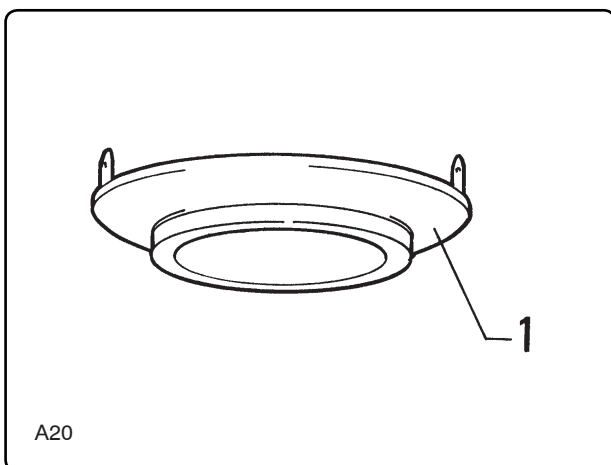

Fig. 6.4.1
6.4.1 - Ciclone estraibile (fig. 6.4.1)
6.4.1 - Removable separator (fig. 6.4.1)
6.4.1 - Cyclone extractible (fig. 6.4.1)
6.4.1 - Herausnehmbarer Zyklon (Abb. 6.4.1)